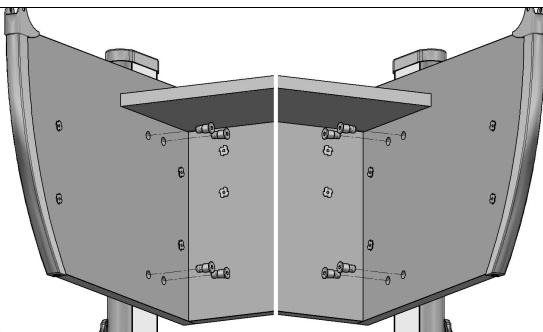

Рис. 7
- 4.3.3. Ввернуть и затянуть винт специальный (поз. 7, пакет № 29) в стойки левую и правую согласно рис. 7.